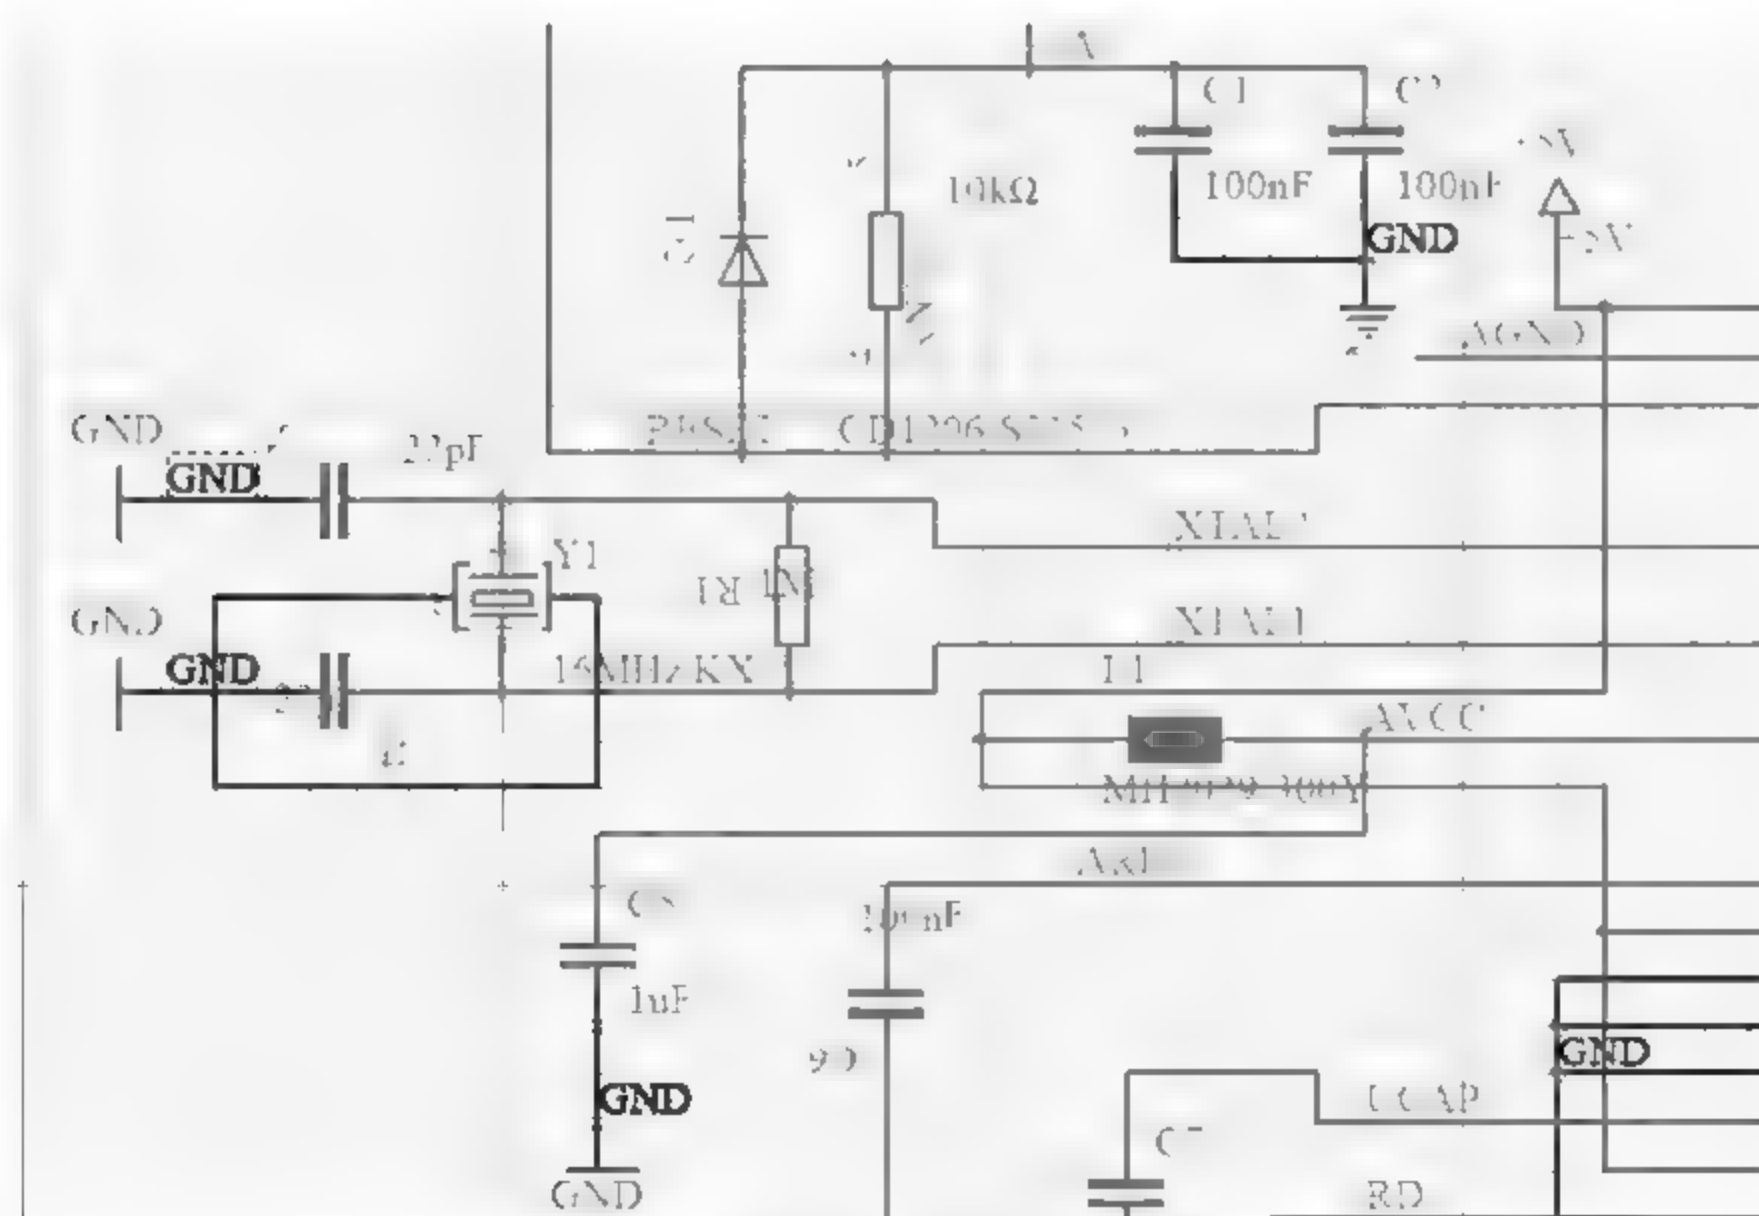

图 1-33 “变暗”方式下的高亮效果
- 变暗: 如果只勾选该复选框,用户在原理图中高亮显示某一个网络时,原理图对应的所有网络都会呈现高亮效果,而其他所有网络则会变暗,如图 1-33 所示。